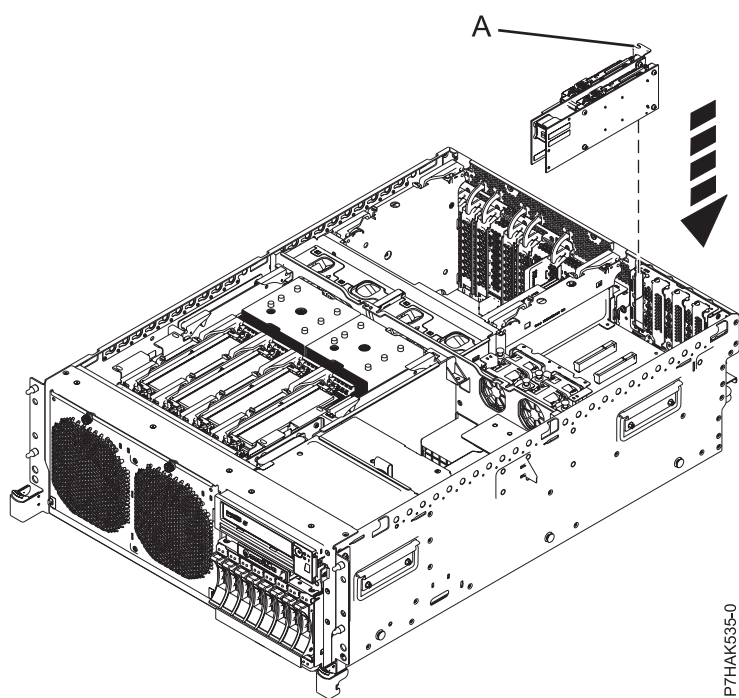
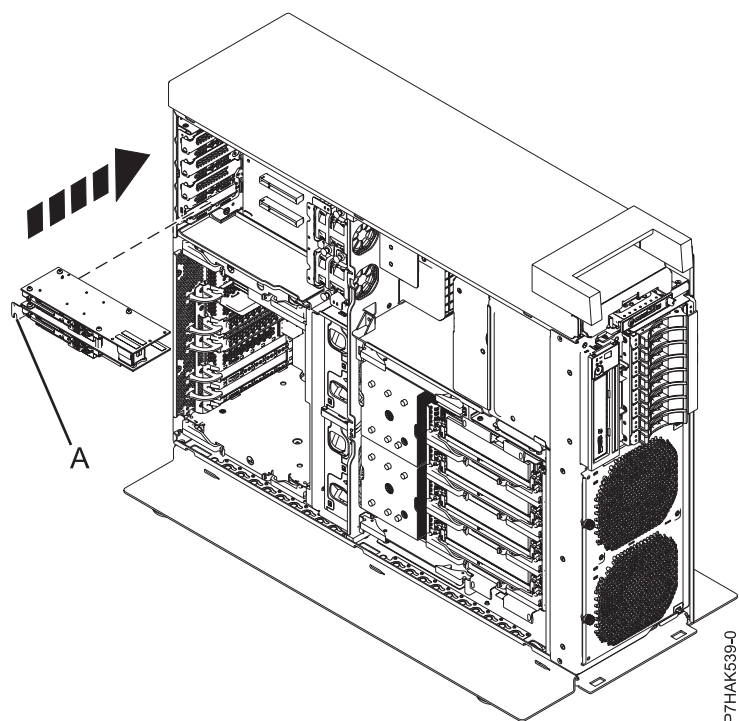

Figure 29. Remplacement d'une carte PCIe RAID et SSD SAS dans une carte d'extension sur un système monté en armoire
Figure 30. Remplacement d'une carte PCIe RAID et SSD SAS dans une carte d'extension sur un système autonome
19. Fixez la carte PCIe dans son emplacement en mettant le taquet de la carte (B) en position fermée.
20. Si votre système comporte une carte d'extension, vous pouvez enfoncer la carte PCIe extra-plate dans son emplacement. Guidez-le en position à l'aide de la contre-poupée (A), puis enfoncez la carte dans son emplacement, comme indiqué à la figure 29, à la page 38 et la figure 30, à la page 38.